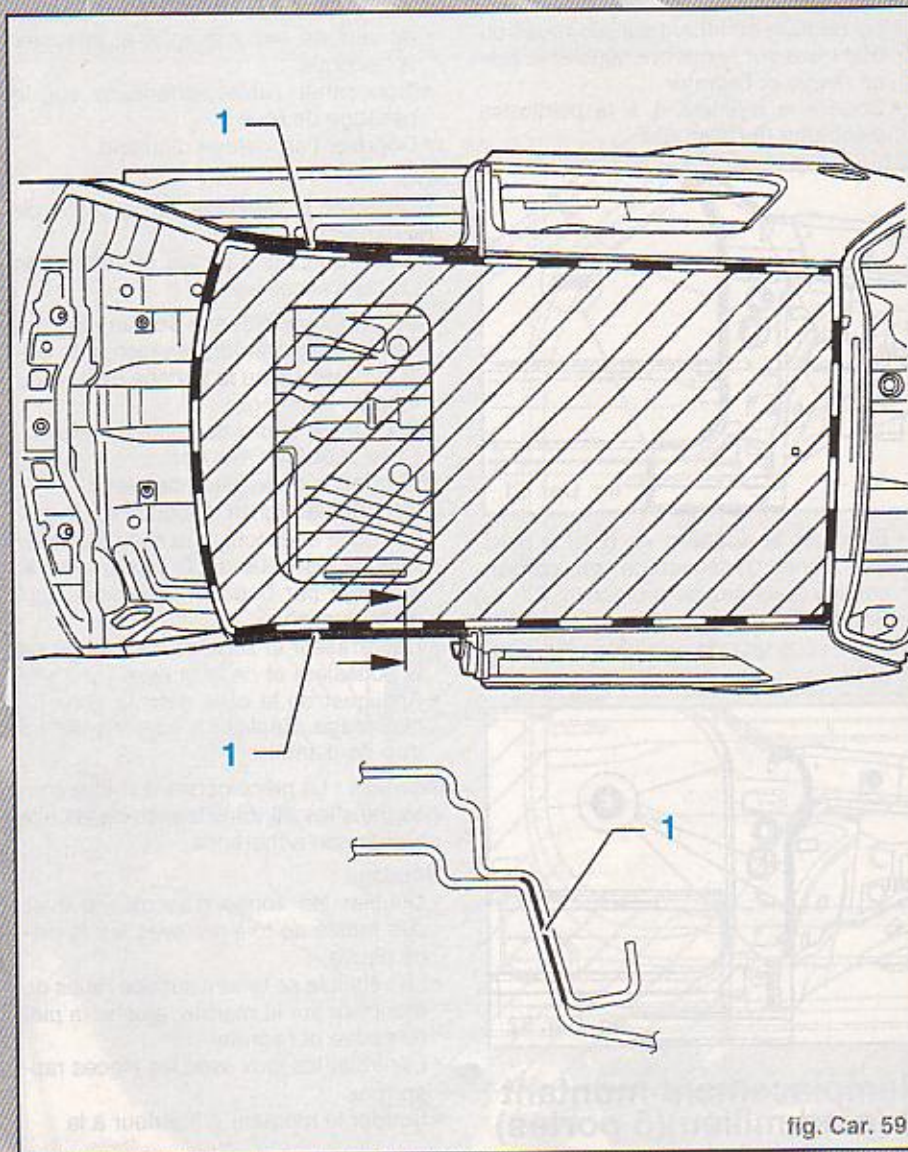

fig. Car. 59
- Zone collée (1) (fig. Car. 59).